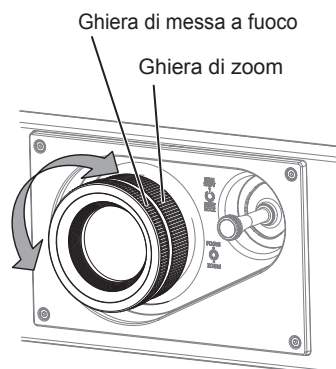

Fig. 2
5) Regolare lo zoom e la messa a fuoco. (Fig. 2)